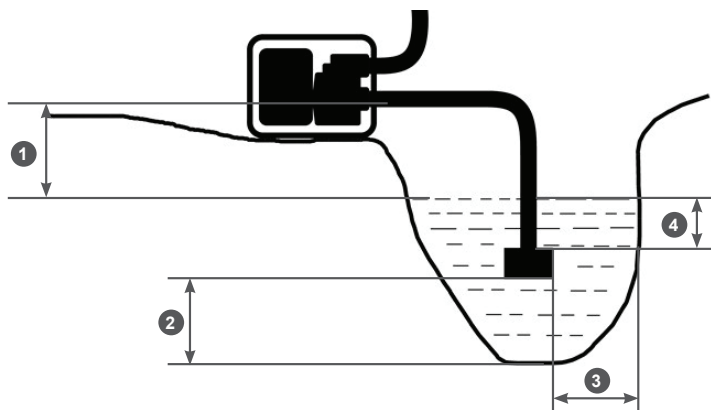

Рис. 17 Расположение мотопомпы и всасывающего фильтра
обеспечив вертикальное положение фильтра. При расположении всасывающего рукава с установленным фильтром соблюдайте все требования, указанные на Рис. 17.
2. Необходимо установить мотопомпу как можно ближе к источнику воды. Чем меньше высота расположения мотопомпы по отношению к уровню забора воды (Рис. 17 п. 1), тем быстрее происходит всасывание воды и выше производительность насоса.
Не превышайте высоту расположения мотопомпы по отношению к уровню забора воды (Рис. 17 п. 1).